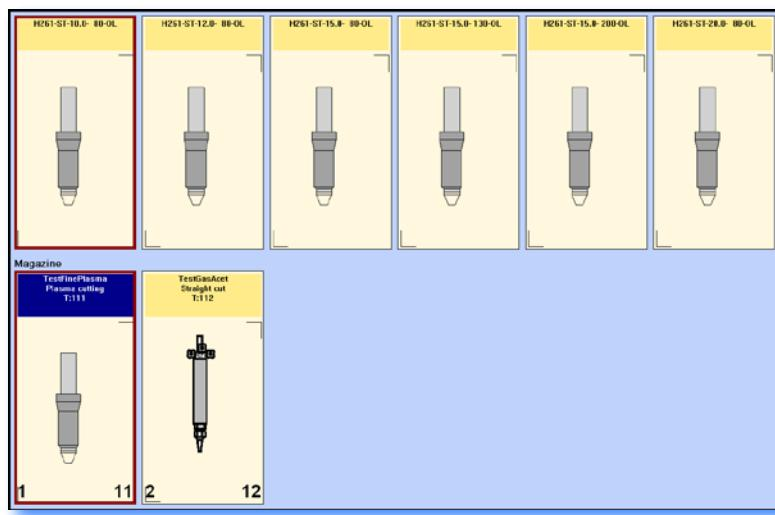

Abb. 30. Desktop für die Werkzeugauswahl
- [S3] Desktop Einstellung: Programmcode (Abb.30), Statusleiste wie unter [F6]